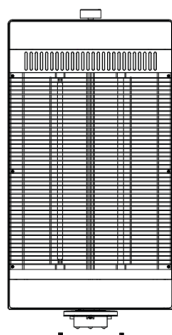

FIG. 2
2. Retirez les deux vis sous le poêle (Figure 2).